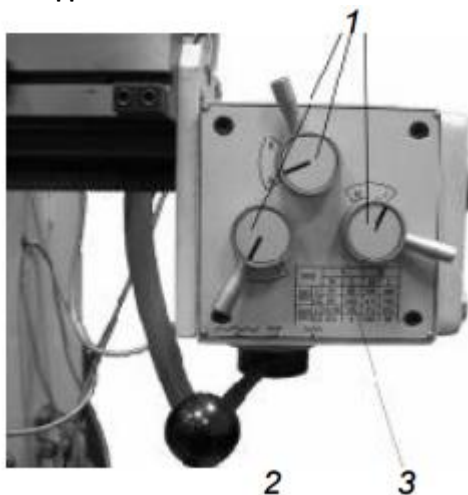

Рис.9
Поворотом трех рукояток (1) устанавливают требуемое значение автоматической подачи продольного перемещения фрезерного стола, Рис.9.